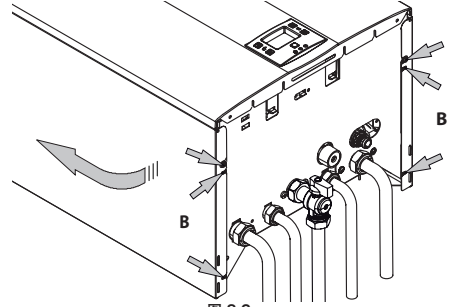

图 8.2
- 松开螺钉 B (图 8.2), 将侧面板向上推, 使其脱离上支座, 从而拆下侧面板。